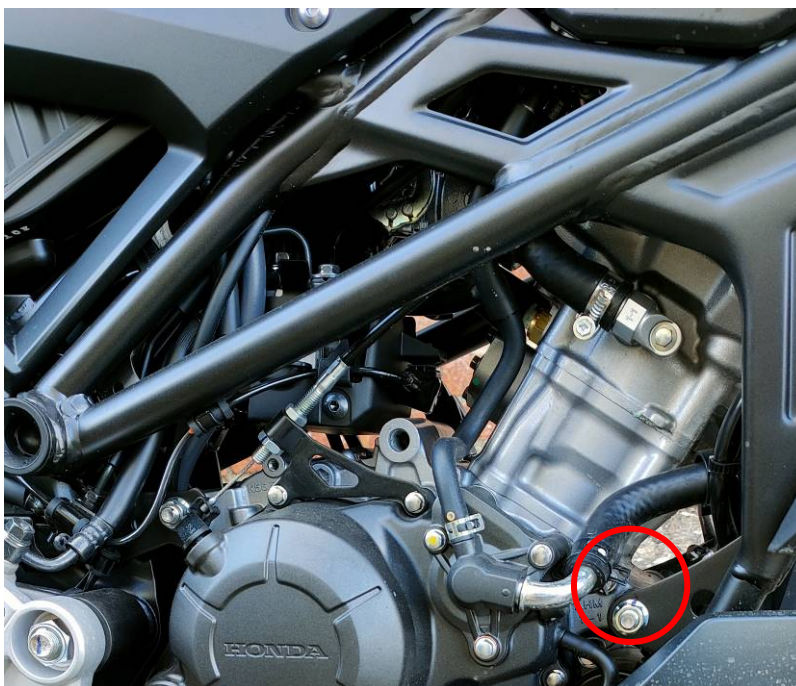

Abbildung 1
- Entfernen Sie die original Befestigungsmutter, die in (**Abbildung 1**) gekennzeichnet ist.